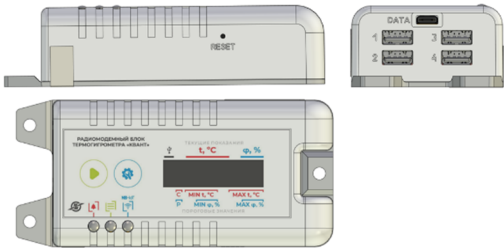

Рисунок 1 - Внешний вид Радиомодемного блока
5.3 На торце корпуса Радиомодемного блока расположены четыре разъема USB Type A предназначенные для подключения кабелей от Датчиков и один разъем USB Type C для подключения кабеля используемого для перепрограммирования Радиомодемного блока через ПК (рисунок 1).
5.4 На боковой поверхности корпуса Радиомодемного блока расположена кнопка **Reset** для перезапуска модема в Радиомодемном блоке (рисунок 1).
5.5 На лицевой стороне корпуса Радиомодемного блока расположены контрольные индикаторы и кнопки управления (рисунок 1).